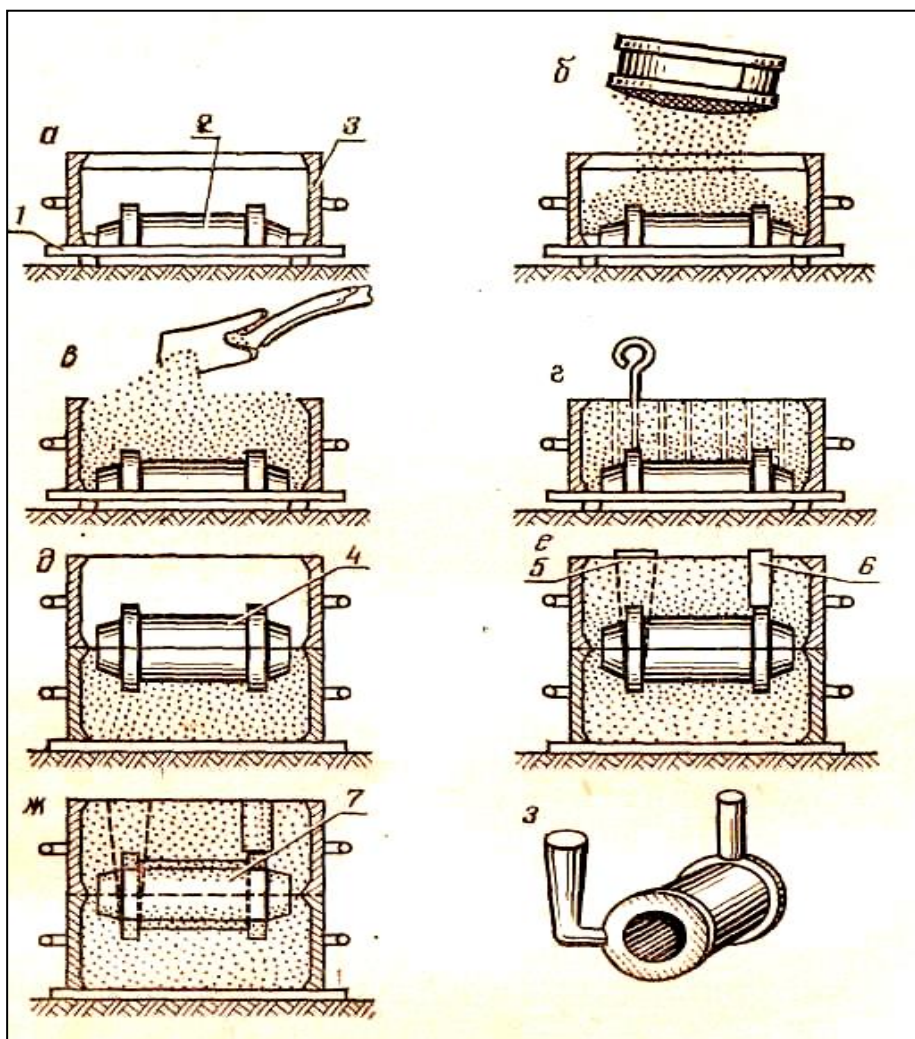

Рисунок 3.2 – Схема изготовления отливки: 1- ; 2 - ; 3 - ; 4 - ; 5 - ; 6 - ; 7 - ; а-з -
3. Технология ручной формовки в 2-х опоках заключается в следующем (рис.3.2):